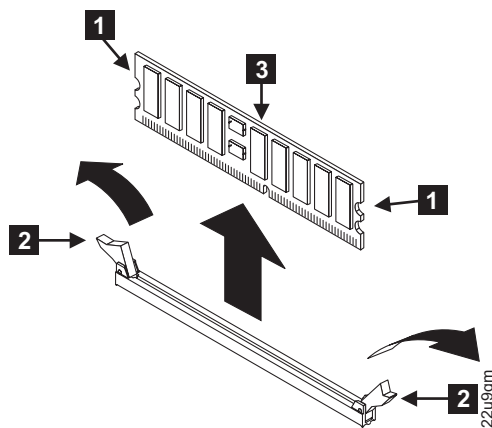

図 155. メモリー・モジュールの取り外し
4. 図 155に示すように、クリップ **2** を外側に押しながら開きます。このアクションで、メモリー・モジュール **3** をコネクタから引き出します。